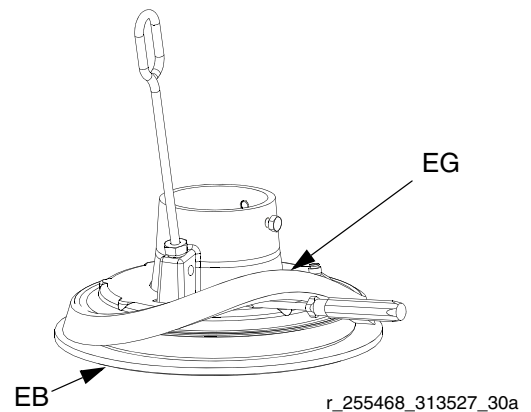

FIG.11
1. En partant du bas, utilisez un tournevis pour faire levier et libérer l'entretoise (EG). Soulevez l'entretoise jusqu'à ce qu'elle soit complètement au-dessus du rebord du plateau. Voir FIG.11.